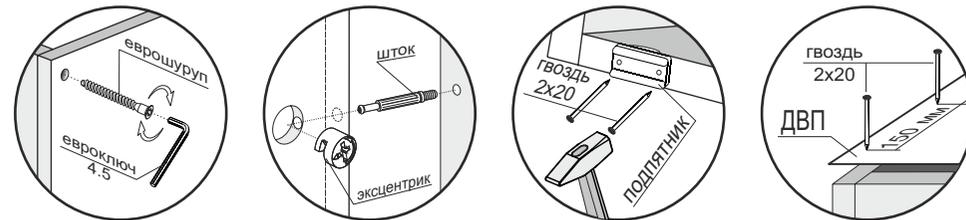

Рис.1
3. К боковинам (1) монтировать направляющие шурупами 3,5x16 по наметкам (рис.1).
4. Соединить боковины (1) и стяжки (6) с помощью шкантов (отверстия  $\varnothing 5$  ближе к краю). Затем стянуть боковины (1), стяжки (3,4,5,6,7) и цоколи (7) еврошурупами (рис.1).
5. Перевернуть изделие лицевой частью вниз и замерить диагонали секции (они должны быть равны:  $\pm 2$  мм). Прибить гвоздями 2x20 к боковинам (1) подпятники и ДВП (11) к задней стенке стола (рис.1).
8. К собранному изделию монтировать крышу (2) с помощью эксцентриков (рис.1).